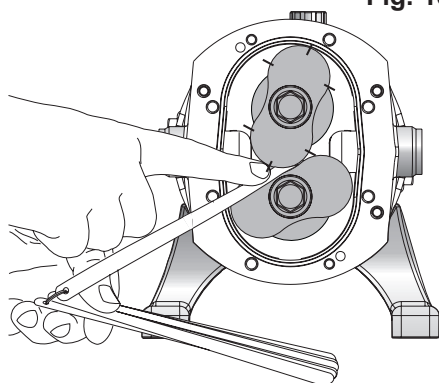

Fig. 15
1. Mät den inbördes frigången mellan loberna med bladmått i de 6 punkter som anges i fig. 15. Om dessa frigångsmått ligger utanför de toleranser som anges i avsnitt 6.8 (kolumn "inbördes mellan lober"), måste timing-justeringen för rotorerna göras om.
2. Ta bort oljetråget (26) enligt beskrivning i avsnitt 4.4.
3. Välj en av axlarna att arbeta med. Vik undan låsfliken på brickan (55) och lossa muttern (56). (använd t.ex. ett kilformat föremål av ett mjukt material, t.ex. trä eller plast, för att kila in mellan de båda hjulen.) Flytta enheten (54) max. 1 mm bakåt längs axeln (det är viktigt att förflyttningen inte är mer än 1 mm eftersom det kan orsaka skador på själva rotorerna).
5. Om rotorerna **inte** har ändrats i rätt riktning, dra fast muttern (56) igen med angivet moment enligt avsnitt 6.1 och vik tillbaka brickans flik (55). Gå tillbaka till avsnitt 4.9.1 punkt 3, men arbeta med den andra axeln.
7. Mät det nya avståndet mellan distansbiten (52) och den flyttade enheten (54) med bladmått. Mellanlägg (53) med en sammanlagd tjocklek som motsvarar det uppmätta avståndet ska väljas.
8. Ta bort enheten (54) och växelkilen (40) enligt beskrivningen i avsnitt 4.6 från axeln och sätt in de valda mellanlägg (53) vid axeln.
9. Sätt tillbaka växelkilen (40) och växeln (54) enligt beskrivningen i avsnitt 4.6.1. Sätt tillbaka låsbrickan med flik (55) och muttern (56). Dra sedan åt med angivet moment enligt beskrivningen i avsnitt 6.1.